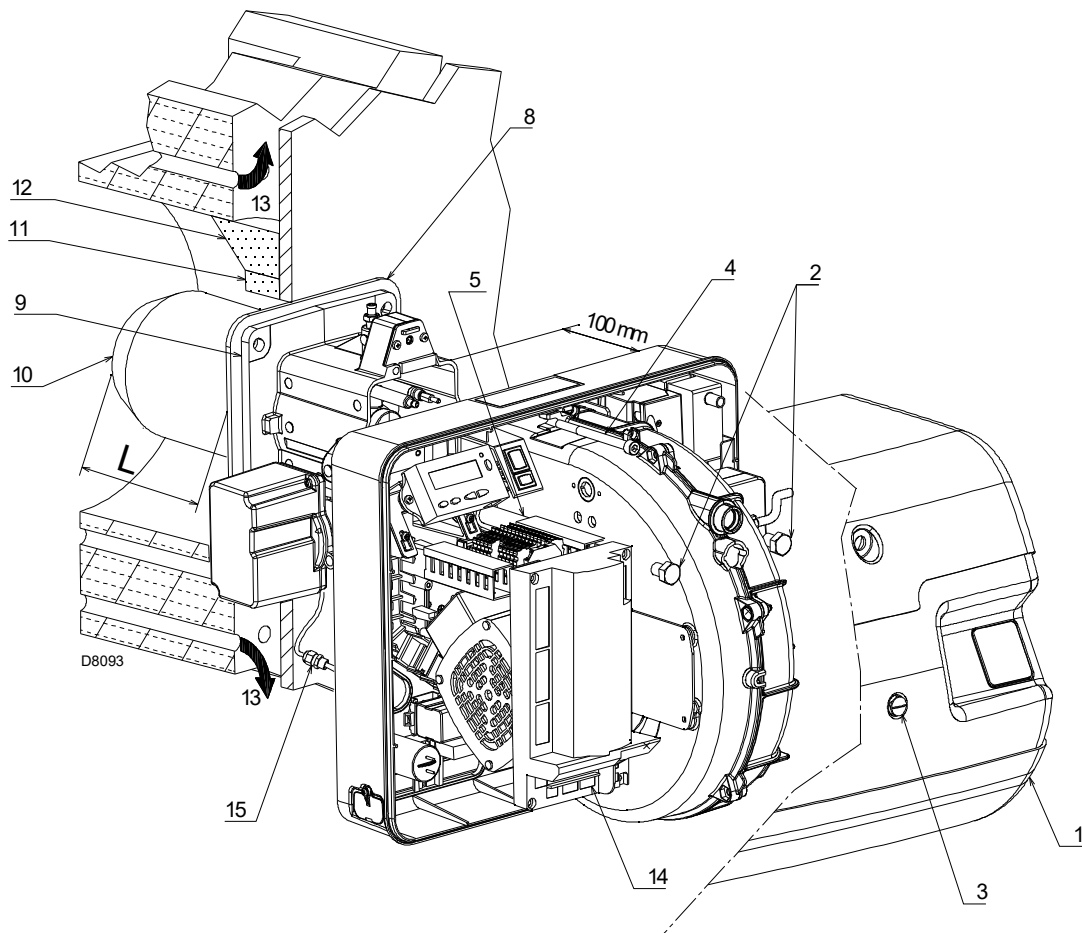

Fig. 17
Para calderas con paso de humos delantero (Fig. 17), realizar una protección de material refractario (11), entre el material refractario de la caldera (12) y el tubo llama (10). Esta protección debe permitir el desplazamiento del tubo de llama.
Separar el cabezal de combustión del resto del quemador, como en la Fig. 17; proceder de la siguiente manera:
- volver a montar el quemador en las guías 3) aproximadamente a 100 mm del manguito 4) - quemador en la posición ilustrada en la Fig. 17;
- conectar el conector macho del servomotor 14)(Fig. 17) y enroscar el anillo pasacable 15);